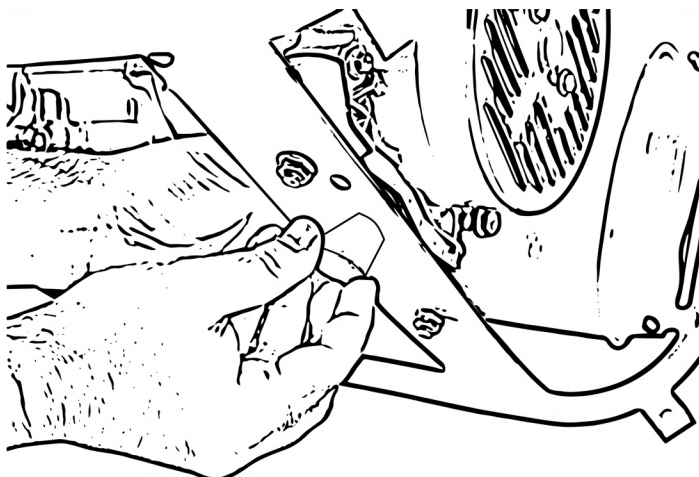

Bild 5
- Fäst en liten gummifot på det nedre bakre fästet på apparaten, se fig. 5.